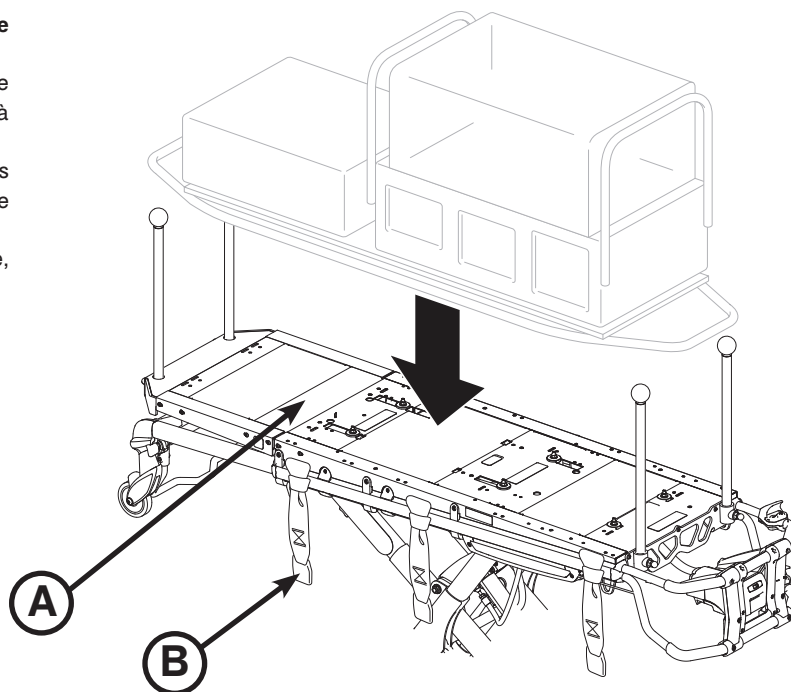

Figure 43
1. Attacher les sangles (non fournies), comme le montre la Figure 43, pour fixer l'Aéroluge à la surface du plan de couchage (A).
2. S'assurer que les sangles (B) sont fixées au plan de couchage et non aux barres de poussée à l'Aéroluge (Figure 43).